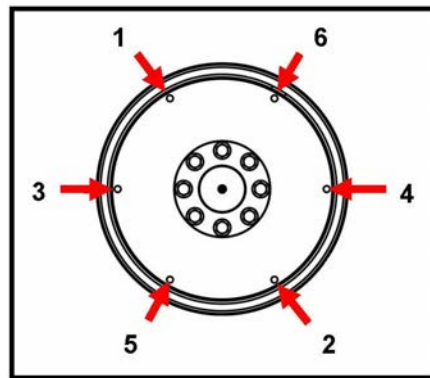

図 15. 固定手順
10. 表示の順番で、ボルトを締め付けて、カップリング ディスクをフライホイールに固定します 図 15 ページ 26。